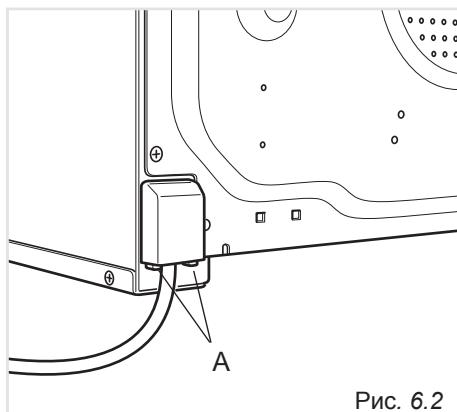

Рис. 6.2
- Снимите с крючков крышки щитка с зажимами, подведя отвертку под два крючка «A» (Рис. 6.2).